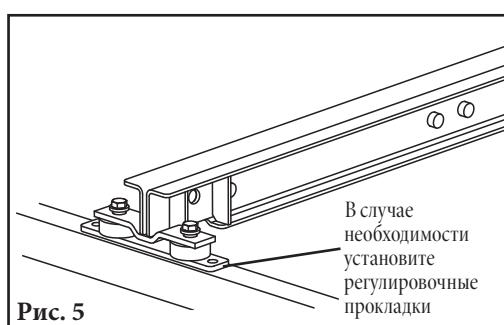

Рис. 5
5. Установите U-образные поперечины. Поместите все U-образные поперечины на конструкцию конвейера, выравнивая с монтажными отверстиями, выполненными на шаге 3. Вставьте монтажный болт U-образной поперечины и затяните пальцами (рис. 5). В случае необходимости установите регулировочные прокладки под изолирующими опорами (см. табл. 1). Проверьте высоту центрального натяжного ролика над передним и задним натяжными роликами в зоне нагружения.